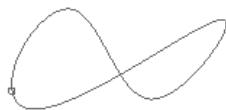

图 3.2.22 闭合的
- ◆ 选取 **Closed End** 选项，则此时的样条如图 3.2.22 所示。